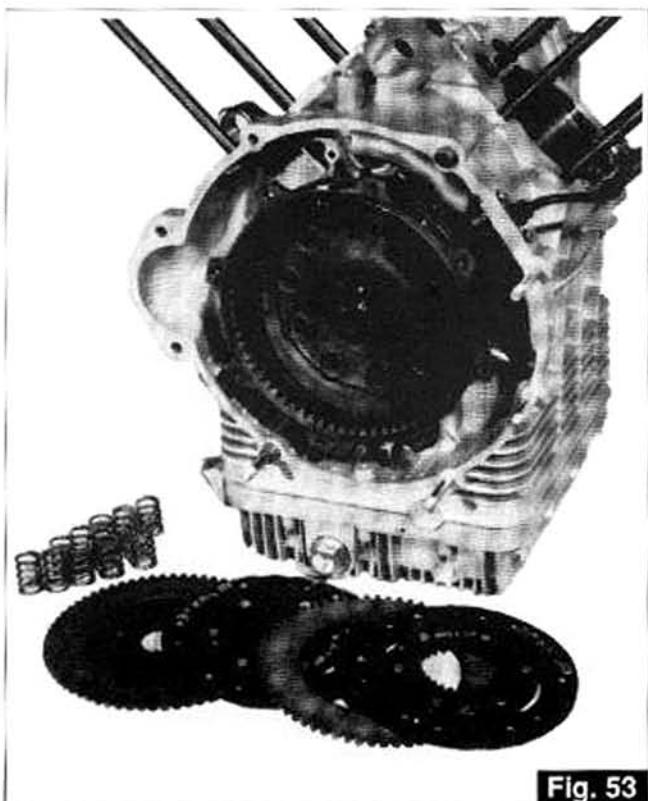

Fig. 53
- Dégarez les disques d'embrayage et les ressorts correspondants de l'intérieur du volant moteur (Fig. 53 et 53A).
- Die Kupplungsscheiben und die entsprechenden Federn (Abb. 53 und 53A) aus dem Inneren des Motorschwungrads herausnehmen.